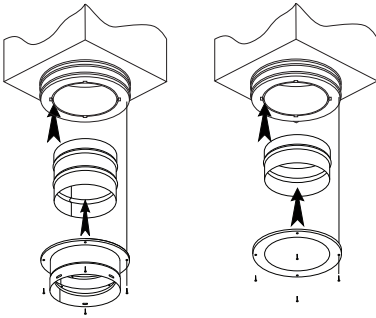

Figure 2
- Adaptateurs d'anneau de garniture (Figure 2)